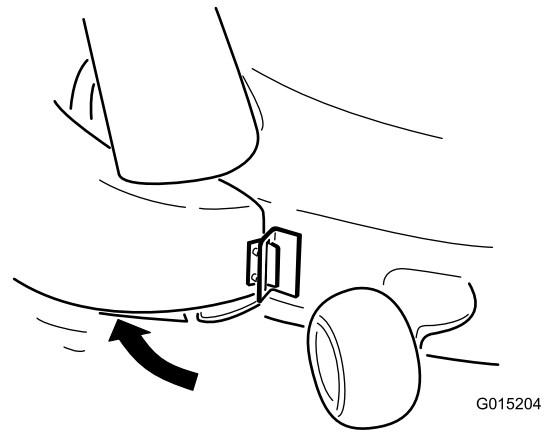

Figure 22
- Faites pivoter la goulotte en arrière, pour la mettre de niveau avec le plateau de coupe (Figure 22).